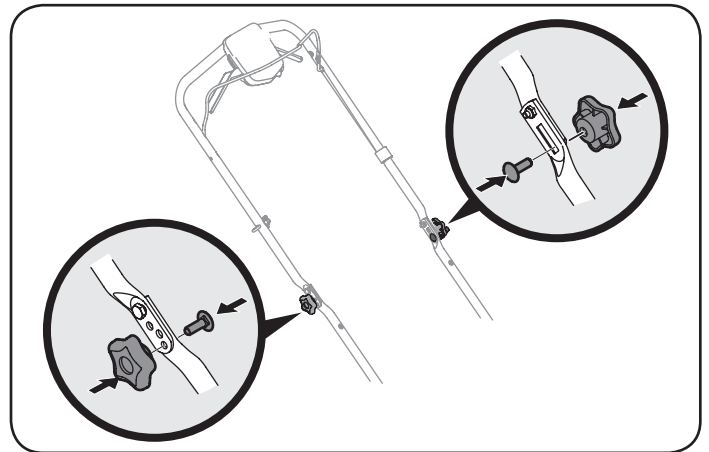

Figura 3
3. Vuelva a colocar tuercas y pernos de transporte retirarse antes en una reducción de los agujeros de la manija como se muestra en la Figura 3.